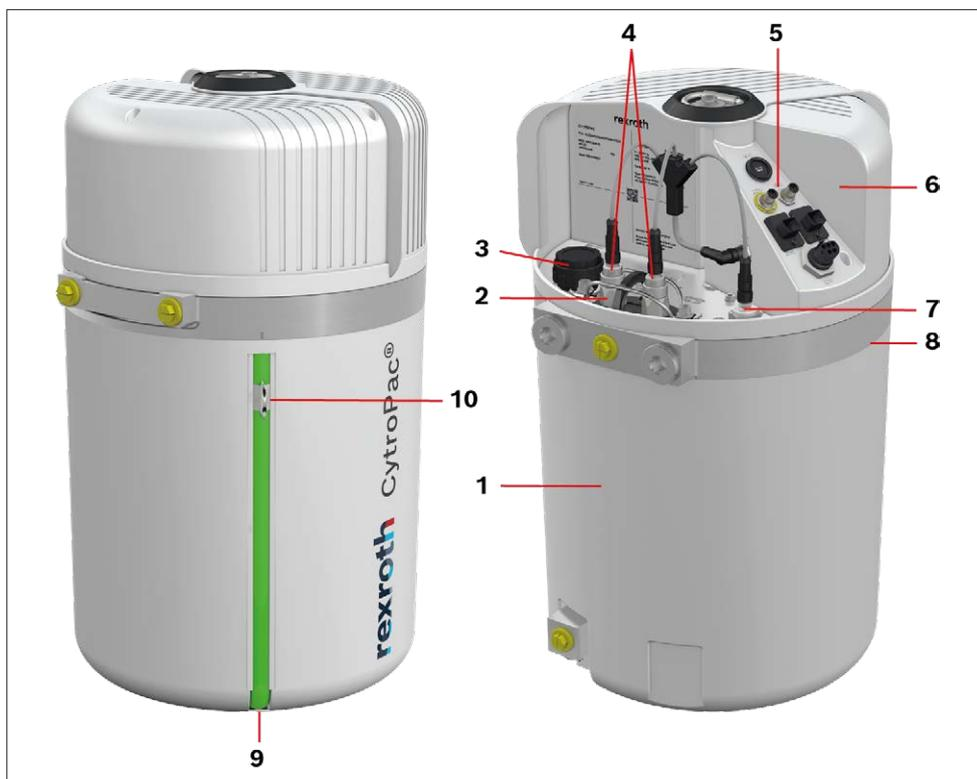

Abb. 1: Komponentenübersicht
- ▶ Stellen Sie sicher, dass nach der Reinigung der Deckel wieder in die „geschlossene Position“ gedreht wird, siehe auch Abb. 1, Ansicht links.